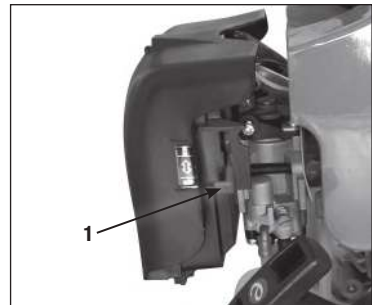

Рис. 9 Рычаг управления воздушной заслонкой TA2
2. Закройте воздушную заслонку карбюратора. Для этого рычаг 1 управления воздушной заслонкой установите в положение «ЗАКРЫТО» (Рис. 9, 10):
ТА2 — Рычаг 1 управления воздушной заслонкой переведите в крайнее верхнее положение (Рис. 9).